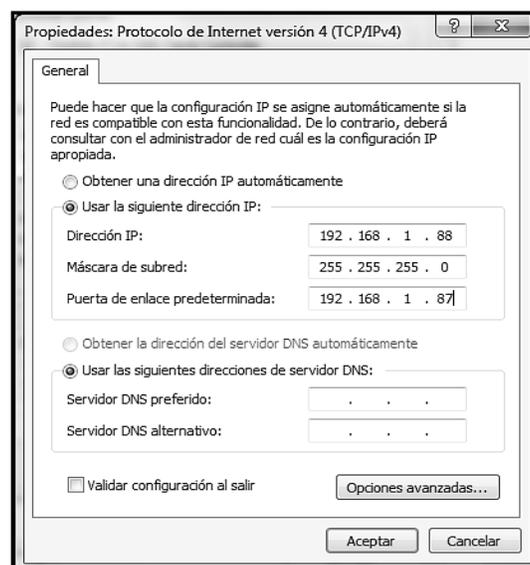

Figura 12. Parámetros a configurar en el ordenador.
4. En la ventana Propiedades: Protocolo de Internet versión 4(TCP/IPv4), seleccionar: Usar la siguiente dirección IP, ver figura 12.